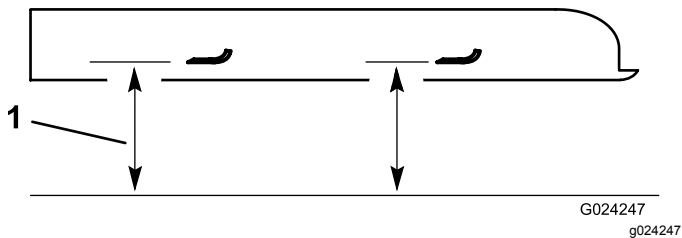

Figura 50
4. Mida desde una superficie nivelada hasta el filo de corte, posición A, de las cuchillas (Figura 50).